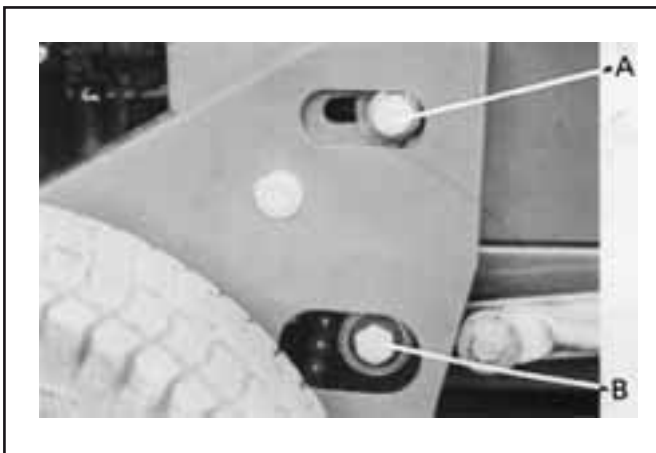

Fig. 23
1. Loosen off bolt 'A' *Fig. 23*
1. Loosen off bolt 'B' *Fig. 23*